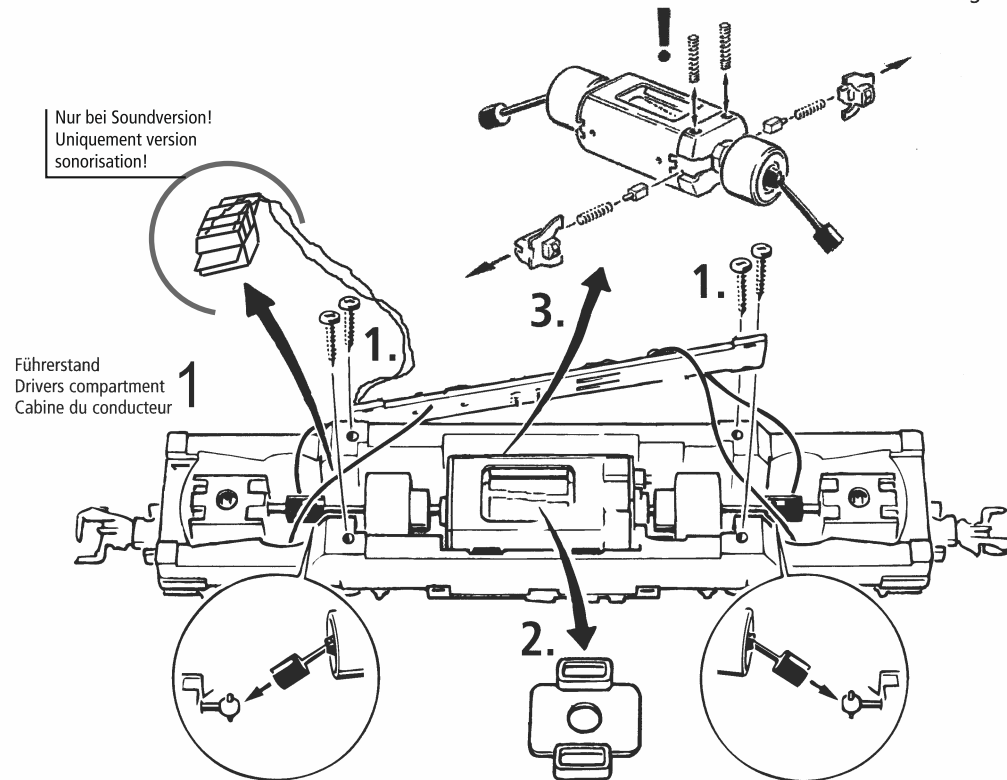

Fig. 9
3. Haftreifenwechsel: Zuerst den Getriebedeckel abnehmen (Fig. 4). Danach den **Radsatz** herausnehmen und den **Haftreifen** mit einer Nadel oder einem feinen Schraubendreher abziehen (Fig. 9). Beim Aufziehen des neuen Haftreifens bitte darauf achten, dass dieser sich **nicht verdreht**.
3. Échange des bandages d'adhérence: Démontez d'abord le **couvercle du carter** des engrenages (fig. 4). Deloguez ensuite les essieux bandagés et enlevez, à l'aide d'une aiguille qu d'un tourne-vis fin les bandages d'adhérence (fig. 9). Lors du montage des nouveaux bandages veuillez veiller à ce que les bandages **ne soient pas tordus**.
3. Change of traction tyre: Remove gear cover (fig. 4). Take out **wheel set** and remove **traction tyre** using a pin or a fine screwdriver. When pressing on the new traction tyre please **avoid twisting it** (fig. 9).